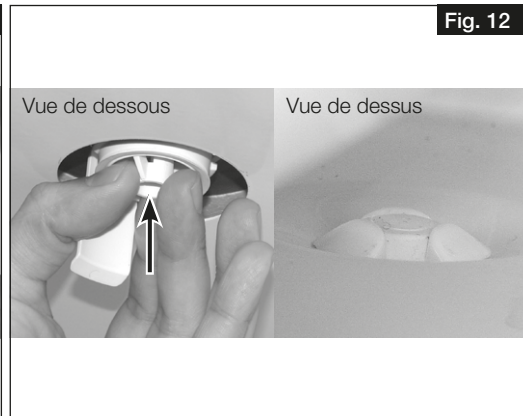

Fig. 12
2. Insérer par en dessous la pièce de fixation dans l'orifice d'évacuation des condensats, jusqu'à ce que les clips s'enclenchent au fond de la plaque de base (voir Fig. 12).